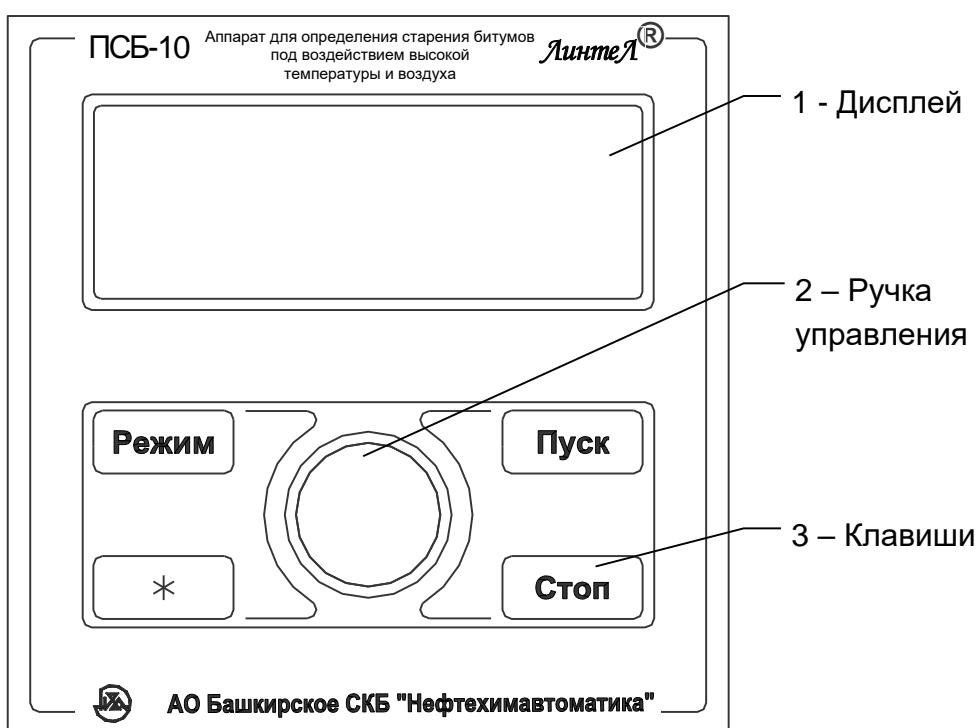

Рисунок 3 – Лицевая панель
2.3.3.3 На лицевой панели (рисунок 3, страница 4) находятся **дисплей 1** и органы управления печью: **ручка управления 2, клавиши 3**. Назначение органов управления приведено в таблице 4, страница 5.